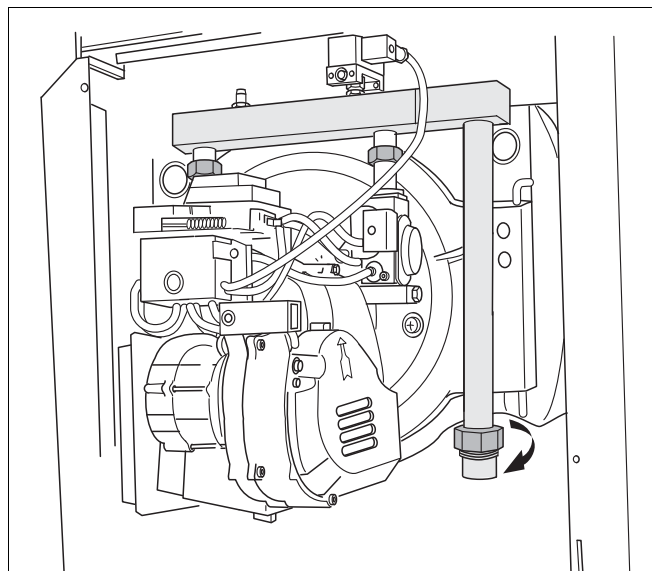

Рис. 11 Подключение газа
- Подключите газопровод без напряжения (рис. 11).